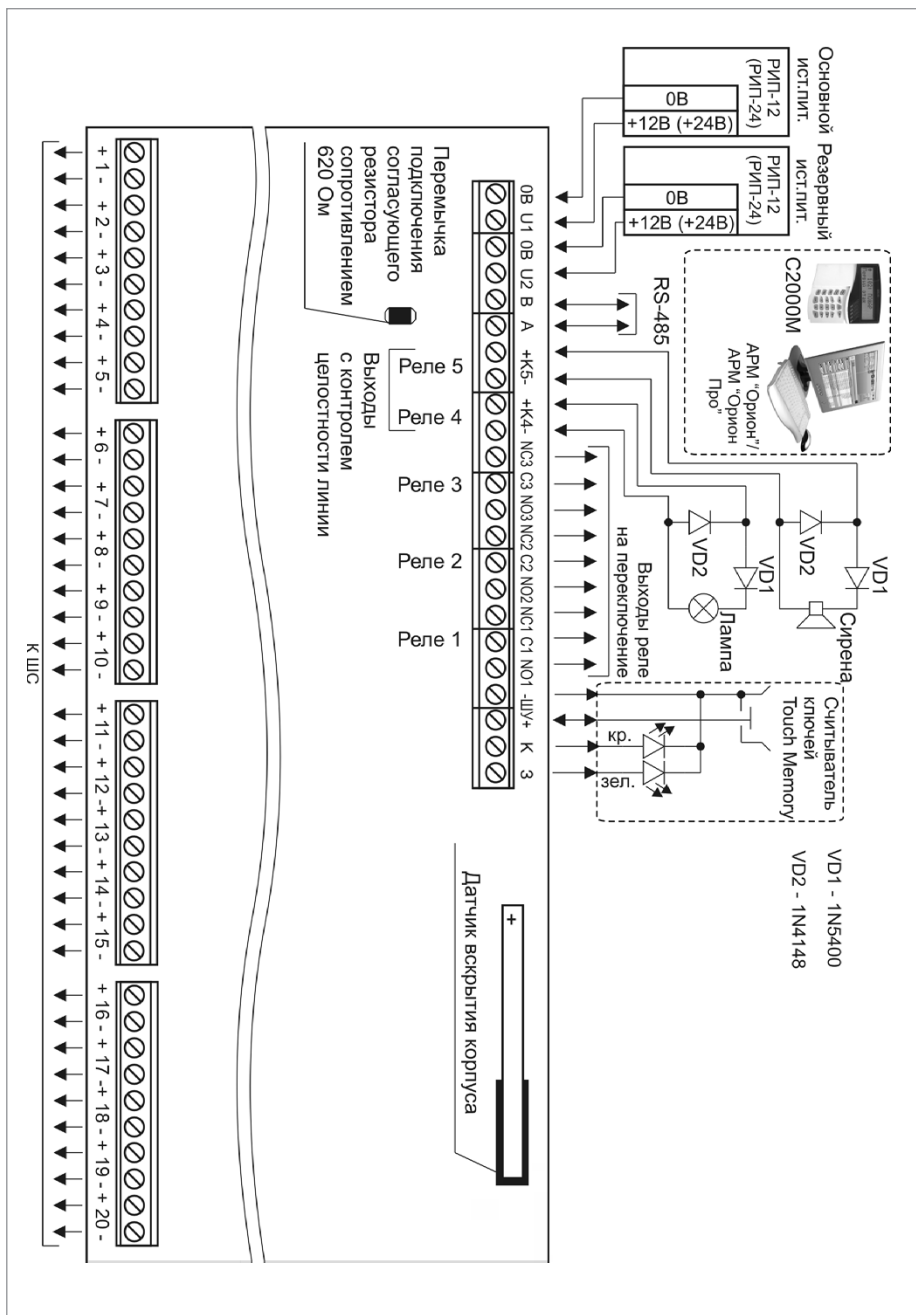

Рисунок 9. Схема внешних соединений блоков «Сигнал-20П», «Сигнал-20П исп.01»
1. Схема внешних соединений блока приведена на Рисунок 9.